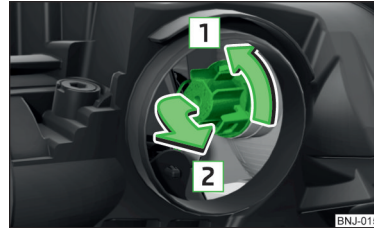

Abb. 306
- › Die Fassung mit der Glühlampe in Pfeilrichtung **1** drehen » Abb. 306.